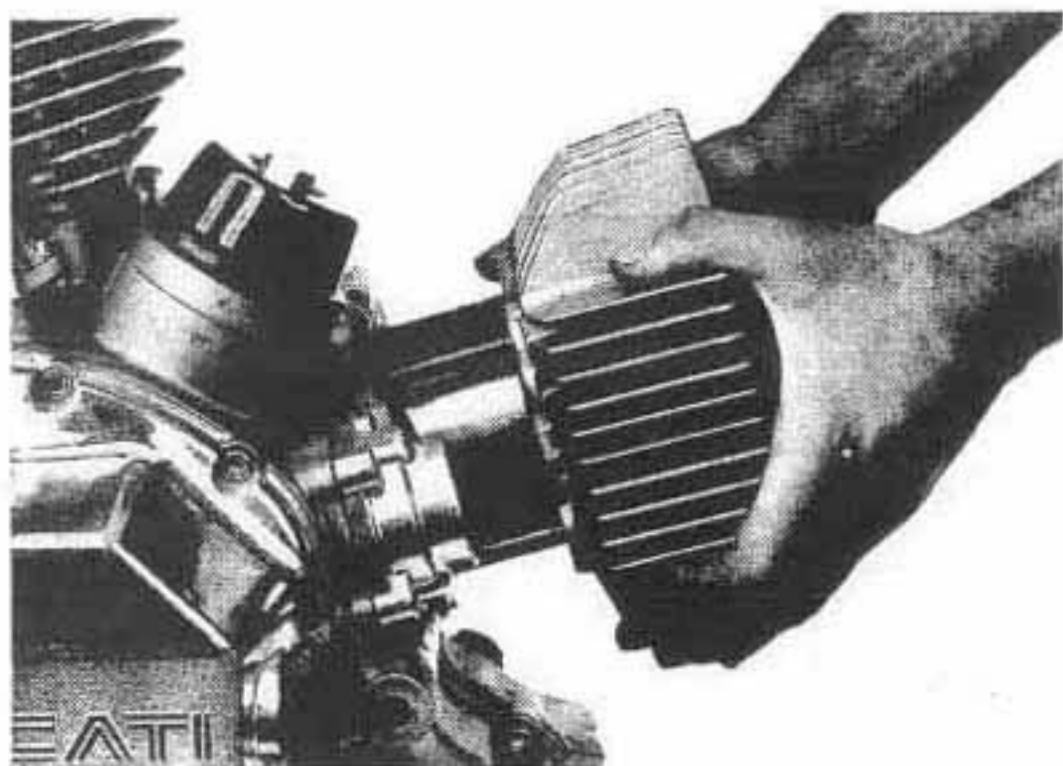

Fig. 6
**Nota** - Fare attenzione a non danneggiare il pistone quando si sfilava il cilindro. E' consigliabile prendere il mantello del pistone con una mano per evitare urti contro il carter (fig. 6).
**Note** - It is advisable to hold the piston skirt with a hand before the barrel is fully removed, in order to avoid any risk of damage (fig. 6).